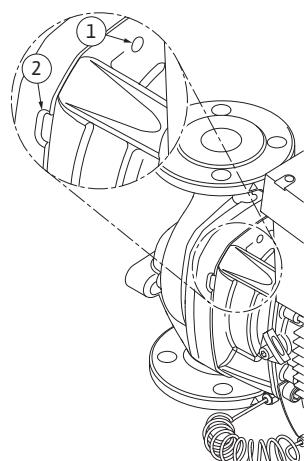

Fig. 50: Нарізеві отвори і прорізи для виштовхування модуля з корпусу насоса
13. Виштовхнути модуль з корпусу насоса (див. Fig. 13). Для цього рекомендовано використати два нарізні отвори (Fig. 50, п. 1), у першу чергу, щоб вийняти модуль з гнізда. Щоб вийняти модуль з гнізда, слід вкрутити у нарізеві отвори відповідні ґвинти. Якщо модуль рухається легко, для виштовхування можна використати додаткові шпари (Fig. 50, п. 2) між корпусом насоса і ліхтарем (для цього, наприклад, можна вставити туди дві викрутки і використати їх як важель). Пройшовши 15 мм, модуль виходить за межі корпусу насоса.